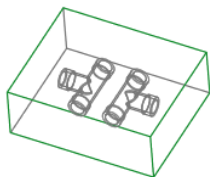
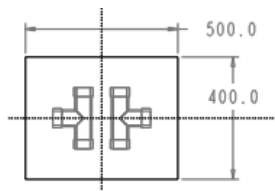

图 15.4 创建坯料
图 15.5 截面草图
Step4. 创建图 15.4 所示的坯料特征。
(1) 选择命令。单击 **模具** 功能选项卡 **形状** 区域中的  按钮。
(2) 创建实体拉伸特征。
① 定义草绘截面放置属性。在绘图区中右击，从系统弹出的快捷菜单中选择 **定义内部草绘...** 命令。然后选择 MAIN_PARTING_PLN 基准平面作为草绘平面，草绘平面的参考平面为 MOLD_RIGHT 基准平面，方位为 **右**，单击 **草绘** 按钮，系统至此进入截面草绘环境。
② 进入截面草绘环境后，选取 MOLD_RIGHT 基准平面和 MOLD_FRONT 基准平面为草绘参考，然后绘制图 15.5 所示的截面草图。完成截面草图的绘制后，单击“草绘”操控板中的“确定”按钮 。